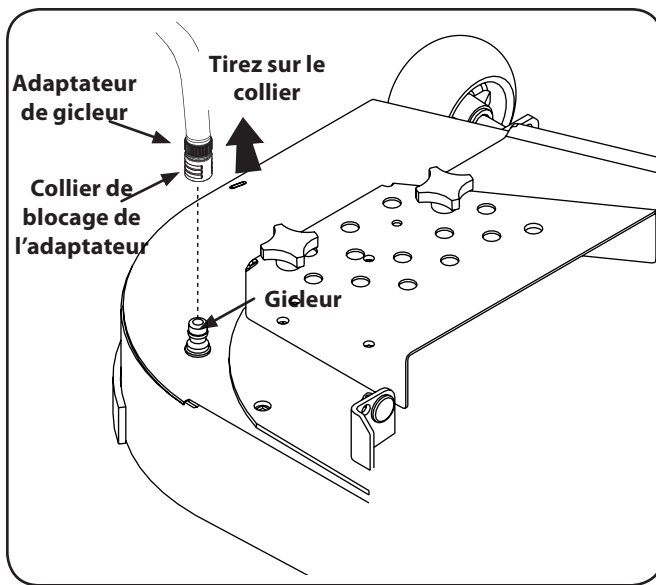

Figure 6-3
3. Tirez sur le collier de blocage de l'adaptateur et poussez l'adaptateur sur l'un des gicleurs de l'un ou l'autre côté du plateau de coupe. Lâchez le collier pour bloquer l'adaptateur sur le gicleur. Voir la Figure 6-3.